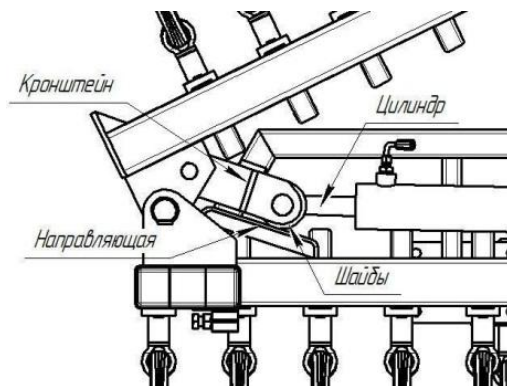

Рисунок 12
4.4 Перевод в рабочее положение (см. рис. 1 и рис.12):
!При переводе культиватора из транспортного положения в рабочее, для плавного открытия крыла (открылка), убедитесь в том, что шайбы кронштейна лежат на наклонной поверхности направляющей (см. рис.12)!